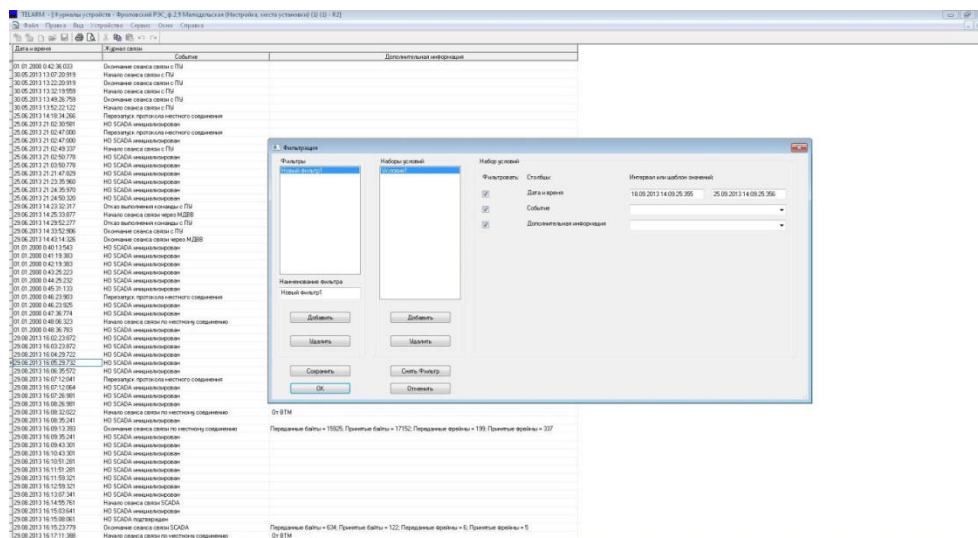

Рис.4.33. Фильтр данных
2. В открывшемся окне настроить условия фильтрации данных (см. **Рис.4.33**).